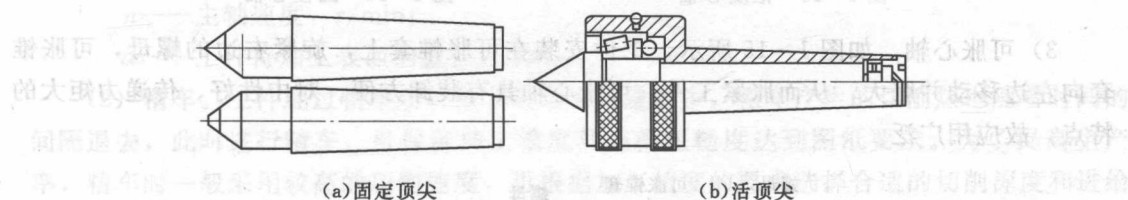

图 1-10 顶尖
(4) 顶尖。顶尖有固定顶尖(也称呆顶尖)和回转顶尖(也称活顶尖)两种,如图 1-10 所示。顶尖的作用是支承工件,确定中心、承受工件的重力和切削力。固定顶尖的特点是刚度高、定心准确。但是,它与工件中心孔之间为滑动摩擦,易产生过多热量而将中